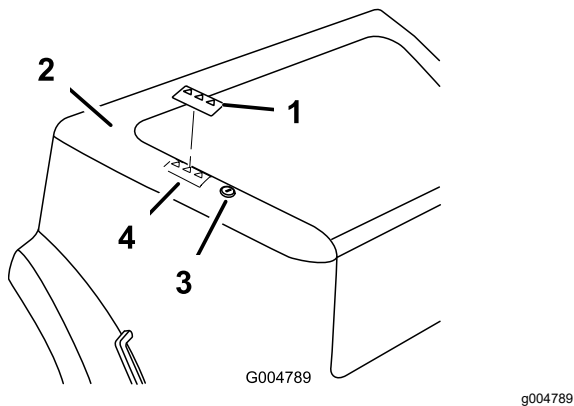

Bild 10
1. Reinigen Sie den Bereich an der Motorhaube gründlich, auf dem Sie den Aufkleber anbringen möchten (Bild 10).
3. Ziehen Sie die Schutzfolie des Sicherheitsaufklebers ab, bringen Sie ihn in Bild 10 dargestellt auf der Motorhaube an und rakeln Sie mit überlappenden Strichen von der Mitte zu den Rändern hin über den Aufkleber.